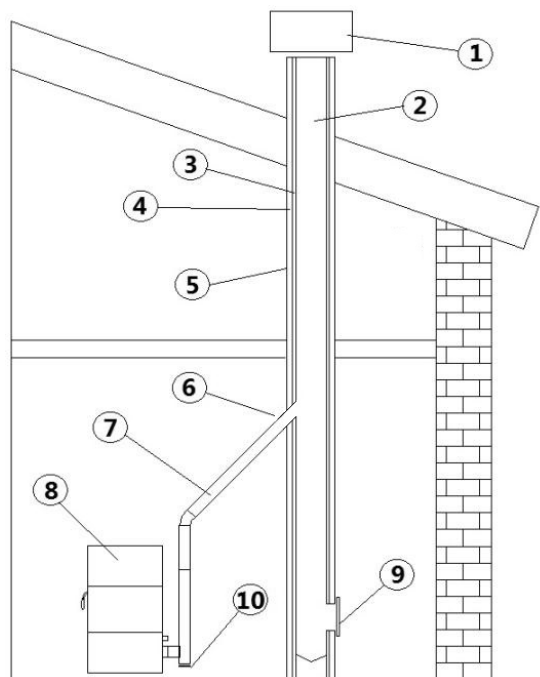

Fig. 2 - Componentes de chimenea
LEYENDA Fig. 2
LEYENDA	Fig. 2
La chimenea tiene que ser única (véase Fig. 2 a pág. 9) con tubos inox aislados (1) o en la chimenea existente (2). Las dos soluciones tienen que tener un tapón de inspección (3) y/o una puerta de inspección (4).